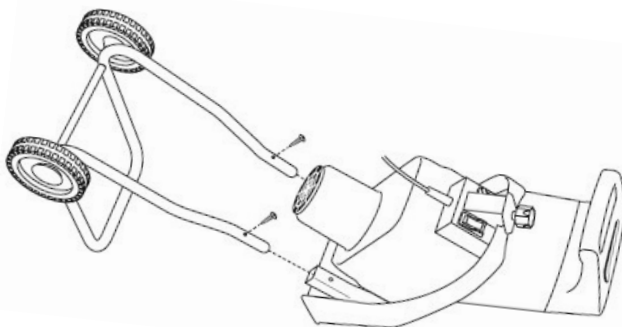

Рис. 3
5. Переверните основной корпус вверх дном, вставьте два конца стойки в сборе в корпус, совместите отверстия в корпусе и стойке, наденьте четыре шайбы на винты (А) и вставьте их в стойку (Рис. 3 и 4).